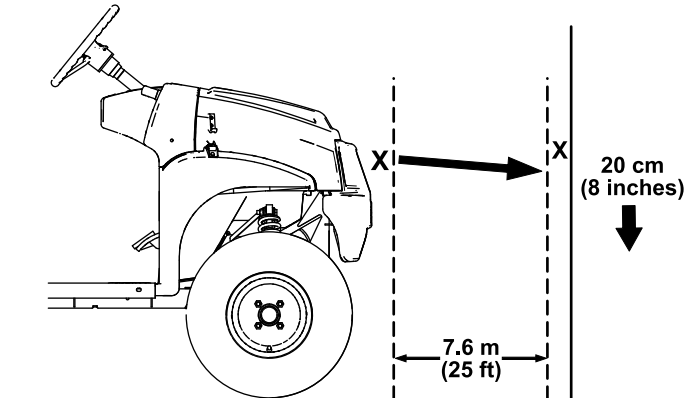

Figure 50
1. Garez la machine sur une surface plane et horizontale, avec les phares à environ 7,6 m de distance d'un mur (Figure 50).
La partie la plus brillante du faisceau doit se trouver 20 cm en dessous du repère que vous avez tracé sur le mur (Figure 50).